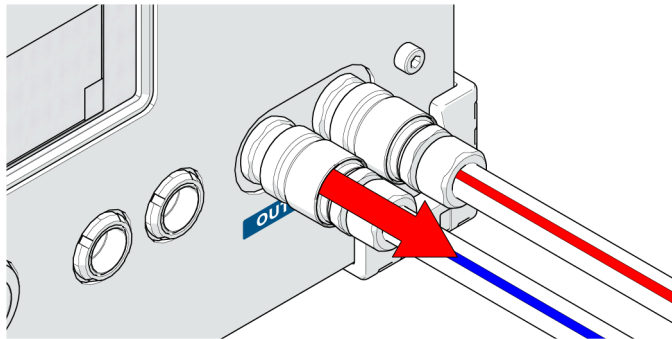

Figure 2-61 Déconnexion du tuyau
1. Pour déconnecter un tuyau, attrapez le manchon du raccord de tuyau et tirez dessus (voir la Figure 2-61 à la page 89)